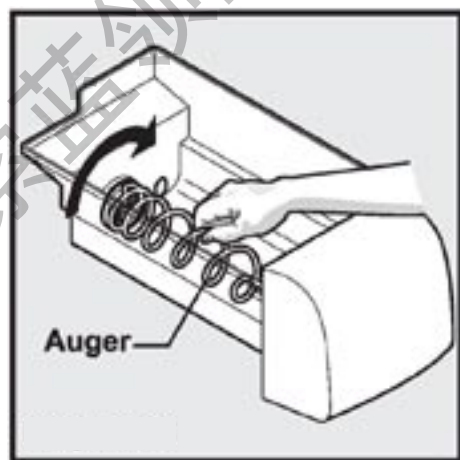

图31
**重要：**当取出或放回储冰盒时，不要转动盒中的螺旋。如果螺旋意外被转，必需校正螺旋，使其旋转90度，直至制冰盒与驱动装置相吻合（见图31）